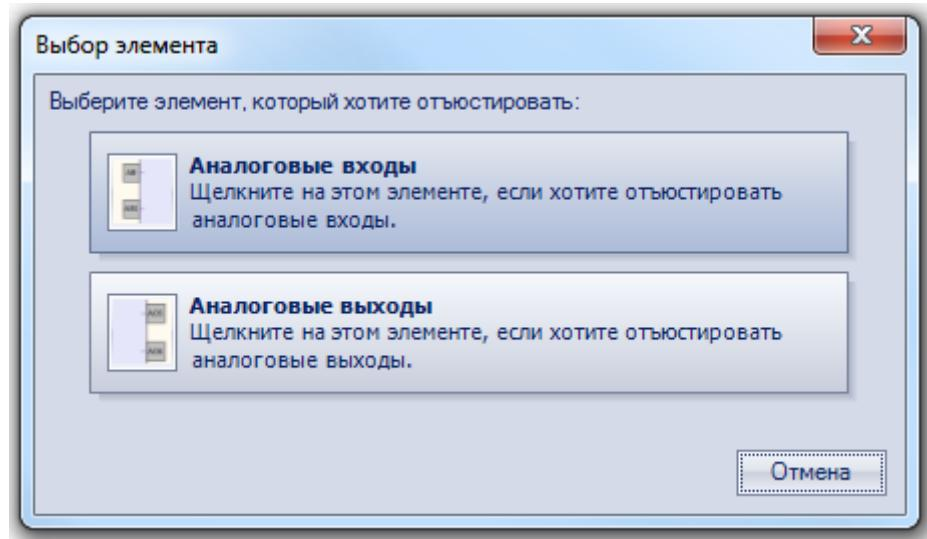

Рисунок 8.4 – Меню юстировки
- Запустить OwenLogic и выбрать в меню пункт «Прибор» → «Юстировка входов/выходов» для запуска мастера юстировки. В диалоговом окне «Выбор элемента» выбрать пункт «Аналоговые входы» (см. рисунок 8.4).